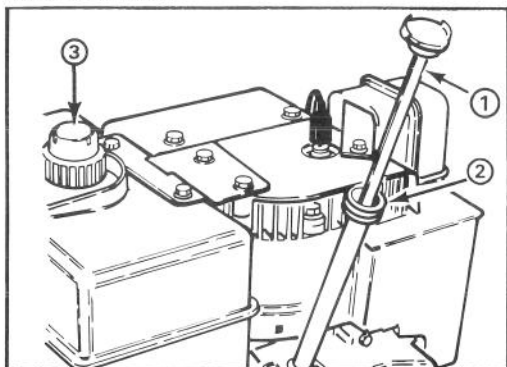

Abbildung 8
FÜLLEN DES KURBELGEHÄUSES MIT ÖL (Abb. 8)
ANMERKUNG: NIE METHANOL, EIN METHANOL/BENZINGEMISCH, GASOHOL MIT MEHR ALS 10% ETHANOL, ODER LEICHTBENZIN BENUTZEN, DA BEI DIESEN STOFFEN MOTOR-BESCHÄDIGUNGSGEFAHR BESTEHT. (Abb. 8). VERWENDEN SIE NUR DIE EIGENS DAFÜR VORGESEHenen KRAFTSTOFFADDITIVE ZUR KRAFTSTOFFSTABILISIERUNG WÄHREND DER LAGERUNG (Z.B. TORO- "PRESERVIT" ODER ÄHNLICHES PRODUKT). VERSUCHEN SIE NICHT ADDITIVE ZUR LEISTUNGSSTEIGERUNG DER MASCHINE ZU VERWENDEN.
1. Um den Tankdeckel herum reinigen (abb. 8). Den Deckel abnehmen und den Tank bis ca. 13 mm von der Oberkante mit Benzin füllen. Den Tank wieder verschließen.